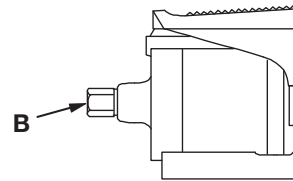

Abbildung 5
1. Siehe Abbildung 5. Eine Luftzufuhrquelle mit Mindestkapazität 15,3 m³/h an den schwenkbaren 1/4 Inch NPTF Lufteinlaßanschluß (B) der Pumpe anschließen. Nur 1/4 Inch Schlauch- oder Schnelltrennverbinder verwenden. Größere und schwerere Anschlußstücke sind nicht zu empfehlen. Die Verbindung mit einem hochwertigen Gewindedichtmittel abdichten.